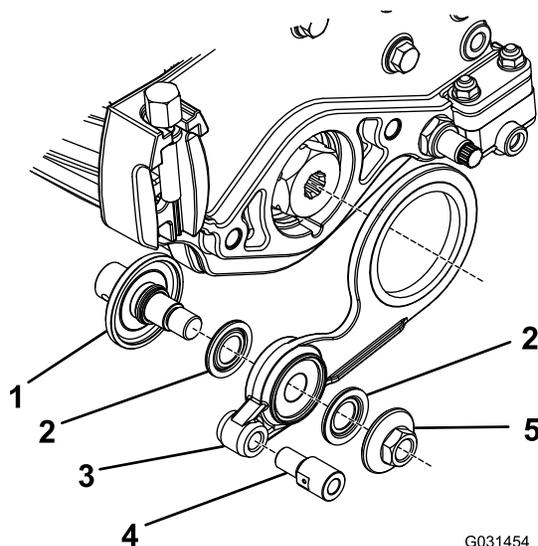

Figura 16
1. Monte as partes livres do conjunto do rolete como se mostra na Figura 16.
Nota: Instale as partes 1 a 5 pela ordem inversa se estiver a instalar o conjunto do rolete no lado oposto na Figura 16.